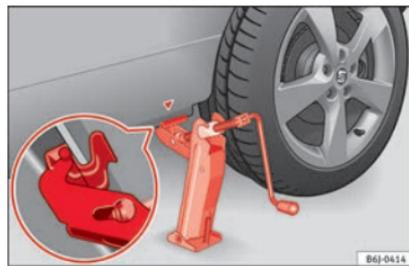

Fig. 67 Posizionamento del cric.
- Applicare il cric in modo che la staffa faccia presa in corrispondenza della nervatura del montante inferiore e che la base mobile appoggi bene a terra » fig. 67.